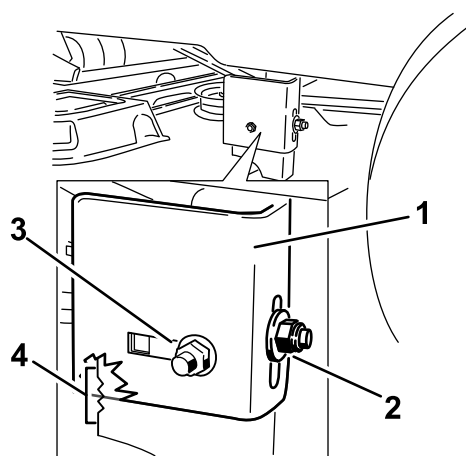
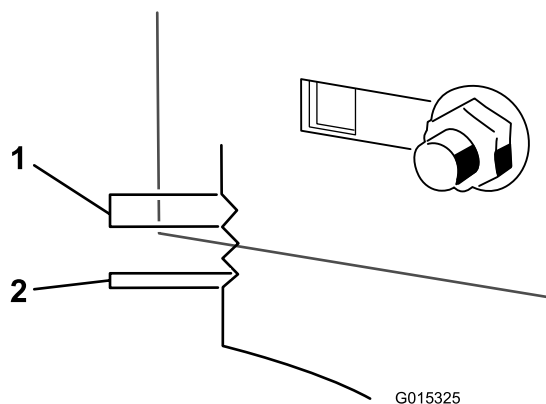

Figura 51
Figura 52
10. Solte a porca de bloqueio lateral no suporte de suspensão o suficiente para o suporte ser ajustado (Figura 51). Utilize os entalhes no suporte soldado para medir a quantidade de ajuste. Cada superfície de entalhe é equivalente a 0,25 polegadas, enquanto que um só lado tem 0,125 polegadas (Figura 52). Ajuste a altura da plataforma de corte para a altura desejada.
11. Pare a plataforma na posição ajustada e aperte a porca de bloqueio traseira no suporte de suspensão para manter a nova posição (Figura 51). Aperte a porca de bloqueio lateral ao suporte de suspensão.